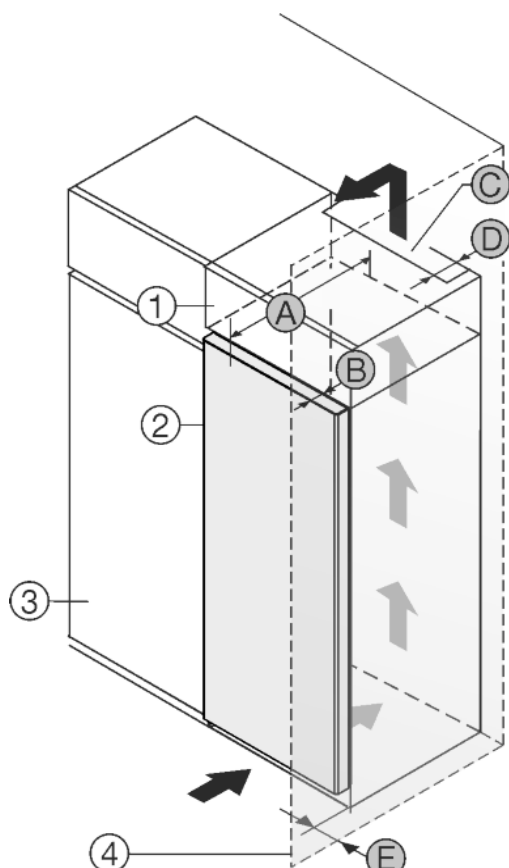

Fig. 1
Uređaj se može postaviti direktno uz kuhinjski element Fig. 1 (3).\*
Na stražnjoj strani visećeg ormara treba postojati otvor za odzračivanje dubine Fig. 1 (D) po cijeloj širini visećeg ormara.
Ispod stropa prostorije treba poštovati ventilacijski presjek Fig. 1 (C).
Kada se uređaj postavlja s okovima pored zida Fig. 1 (4), razmak između uređaja i zida mora iznositi najmanje 40 mm. To odgovara stajanju ručice kod otvorenih vrata.